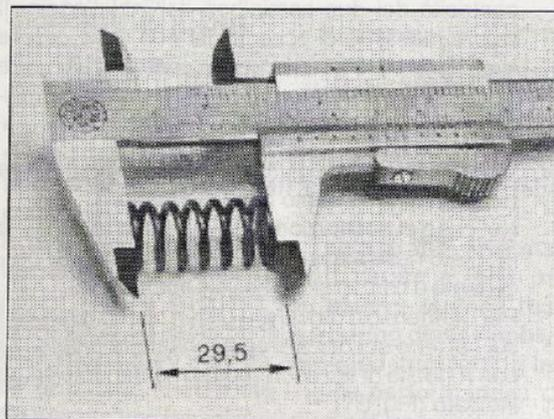

Fig. 34
- 6) CONTROLLARE che il gruppo frizione sia efficiente. Per fare ciò verificare la buona condizione dei dischi in ferro, che le tacche di traino sui dischi in sughero non siano eccessivamente deformate e che il loro rivestimento non presenti bruciature. Controllare le scanalature del tamburino frizione che non siano eccessivamente intaccate come pure le asole della campana frizione. Verificare anche che la lunghezza delle molle frizione non sia inferiore al valore minimo di mm 29,5 (Fig. 34) nel qual caso sostituirle.
Also check that the clutch springs are not shorter than the allowable minimum 29,5 mm (Fig. 34), if they are shorter replace them.